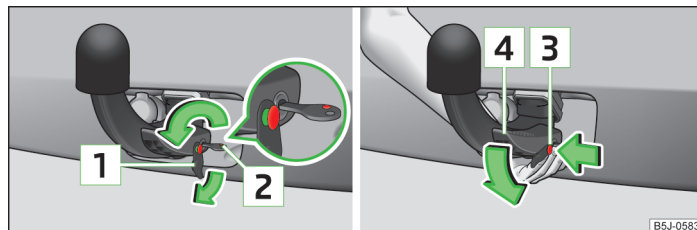

Fig. 105 Deblocați maneta de operare a tijei cuplei / slăbiți tija cuplei
- Scoateți capacul [1] » fig. 105 de pe încuietoarea tijei cuplei în sensul săgeții.